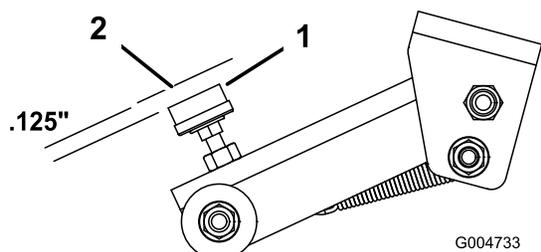

Figura 78
4. La distanza tra il cuscinetto di gomma della vite di regolazione (Figura 78) ed il fermo dell'apparato di taglio deve essere di 3 mm. Se fosse necessario regolare, allentate il dado sulla vite di regolazione, regolate la vite per ottenere la distanza opportuna, e serrate il dado.